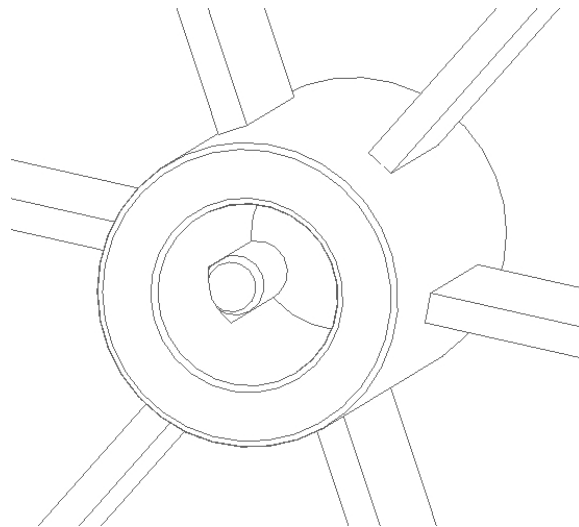

Abbildung 8: Ansicht der Position des Sollbruchteils des Korbs
Die Grundlage und Garantie für den zuverlässigen Betrieb der Geräte und der Waschanlage ist die Verwendung geeigneter Mittel und Verbrauchsmaterialien sowie die sorgfältige Ausführung der Montage und der elektrischen Anschlüsse. Während der Garantiezeit sind nach vorheriger Zustimmung des Herstellers kleinere Reparaturen durch den Betreiber zulässig, z. B. der Austausch des flexiblen Sollbruchelements des Korbantriebs (*Abb. 8*), der Austausch des Waschschlauchs oder der Kammerdichtung.
- Überprüfung des Zustands des Sollbruchelements am Antriebsfuß des Drehkorbs sowie der damit zusammenwirkenden Oberflächen (*Abb. 8*)